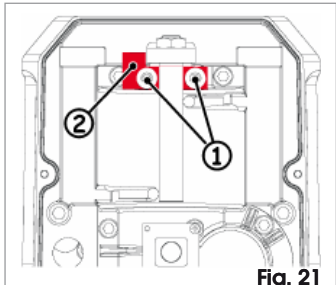

Fig. 21
1. Dévisser les deux vis, Fig. 21 réf. ①, qui se trouvent dans la partie supérieure de la lisse.
2. Démonter la plaquette d'arrêt, Fig. 21 réf. ②.